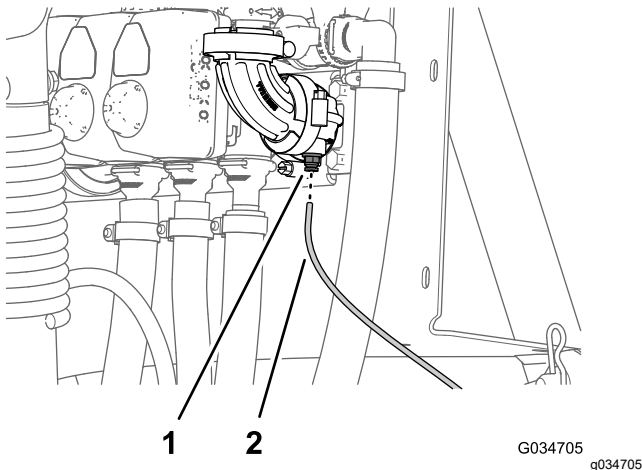

Figura 11
1. Presione hacia dentro el anillo del acoplamiento del tubo del codo de 90° de la válvula de sección del brazo derecho (Figura 11).
2. Tire del tubo del sensor de presión del indicador del panel de instrumentos para sacarlo del acoplamiento del tubo (Figura 11).